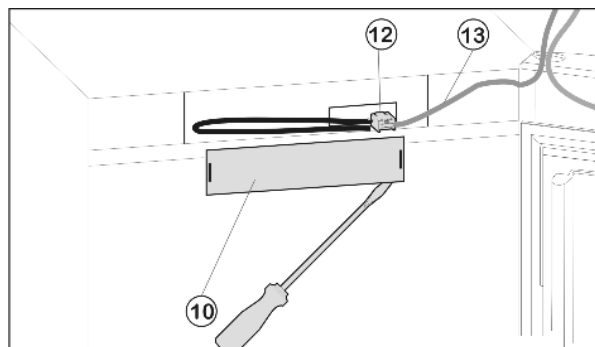

Fig. 7
- ▶ Снимите переднюю накладку Fig. 7 (10) с помощью плоской отвертки.
- ▶ Снимите контакт и извлеките разъём Fig. 7 (12).
- ▶ Высвободите из направляющей серый кабель Fig. 7 (13).